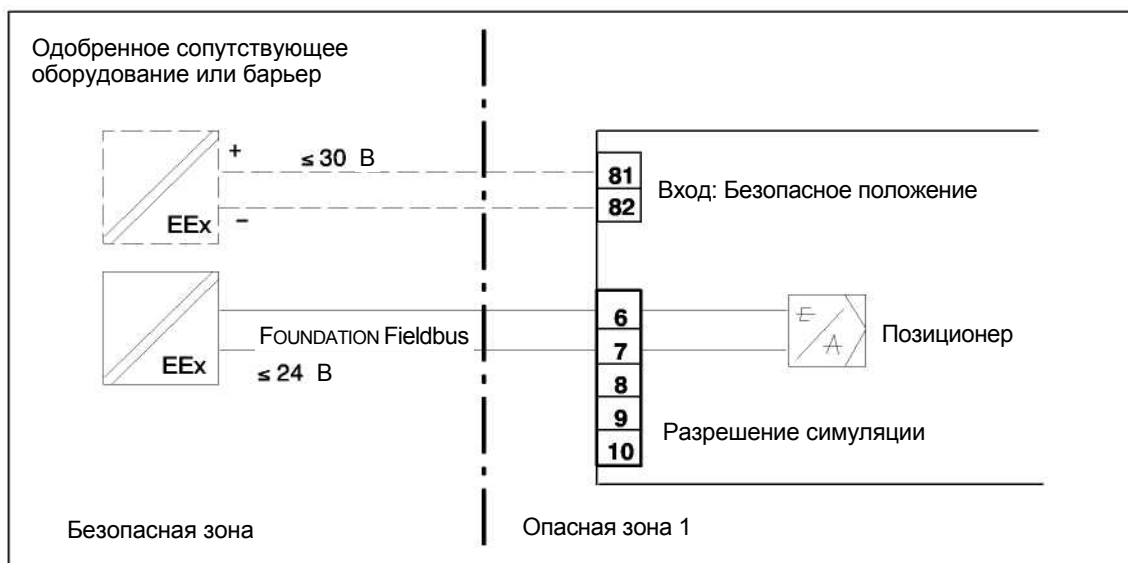
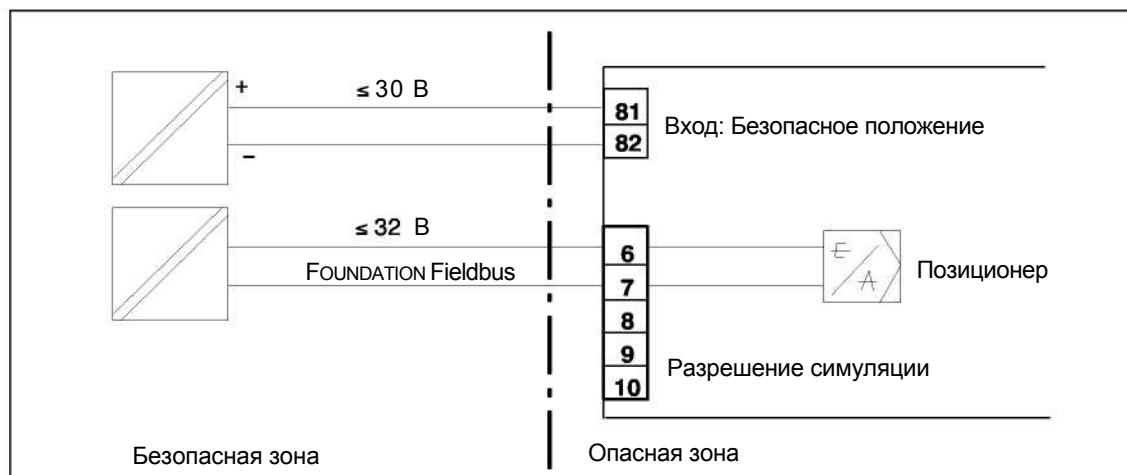

Рисунок 3-16 Электрическое подключение основного устройства в искробезопасной версии
Рисунок 3-17 Электрическое подключение позиционера во взрывонепроницаемой версии или с типом взрывозащиты версии "n"
6. Подключите красный и зеленый провода как показано на рис. 3-16, стр. 53 к клеммам 3 и 7 материнской платы (полярность неважна).
4. Подключите позиционер к полевой шине (рисунок 3-16, стр. 53 и рисунок 3-17, стр. 53).